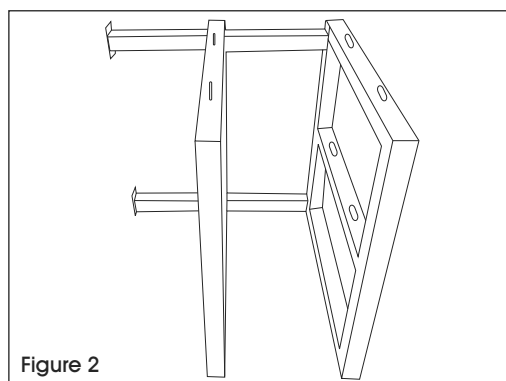

Figure 2
2. Repeat step 1 to attach the next upright to the open end of braces. (See Figure 2)
2. Répétez la première étape pour fixer le montant suivant à l'extrémité ouverte des renforts. (Voir Figure 2)